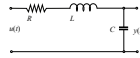

Figura 7: Diagrama de blocos do Exercício 6.
6. Considere o circuito RLC mostrado na Figura 7.